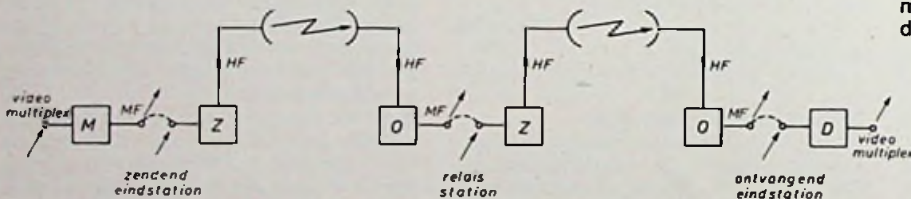

Fig. 1. Voorbeeld van een straalverbinding.
4. Het toepassen van frequentiemodulatie, waarbij gebruik wordt gemaakt van een z.g. middenfrequentie en met name de beheersing van deze techniek maakt de tegenwoordige goede overdrachtskwaliteit mogelijk. In fig. 1 is een basisvoordeel van een straalverbinding (SV) gegeven.